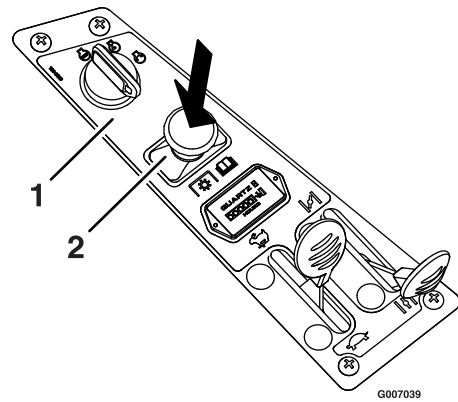

Figura 13
Ponga el acelerador en la posición intermedia. Para desengranar las cuchillas, mueva el mando de control de las cuchillas a Desengranado (Figura 13).
2. Desengrane las cuchillas moviendo el mando de control de las cuchillas a Desengranado (Figura 13).